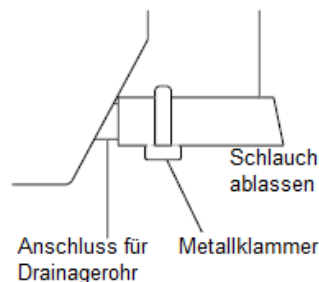

Fig. 6.1
2. Stecken Sie die Mündung des Ablaufschlauchs auf das Ausgangsrohr des Geräts. Ummanteln Sie die Mündung des Schlauchs und klemmen Sie ihn mit einer Rohrschelle fest. (Abb. 6.1)